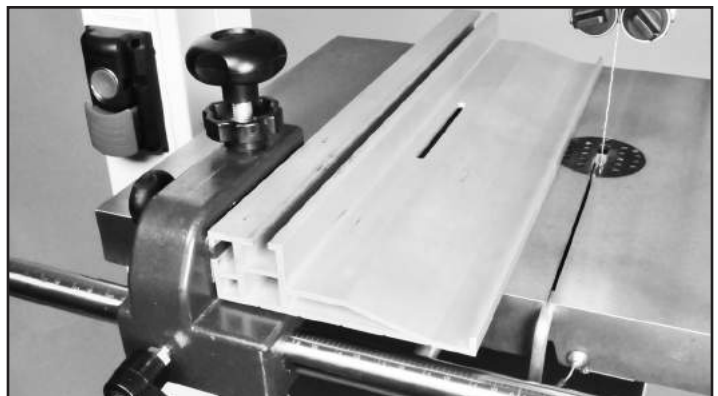

FIGURE 36
3. Tournez le guide vers le bas à sa position horizontale et glissez-le à nouveau sur le porte-guide. Le bas du guide est rainé pour monter sur la cale de glissement, et il se place lui-même sur la petite clé surélevée située sur le côté du porte-guide. Fig. 36, D.